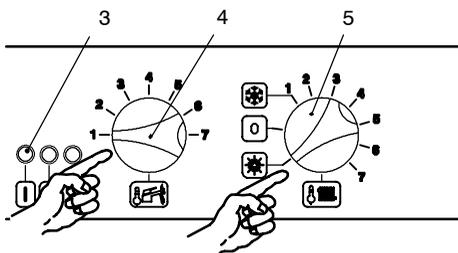
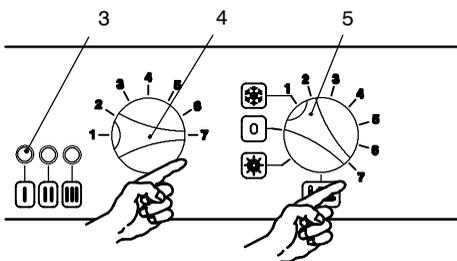

fig. 7.1
fig. 7.2
- 2 Ruotare la manopola regolazione temperatura sanitari (4) e la manopola selettore di funzione (5) in senso antiorario e posizionarle come in fig. 7.1.
- 4 Le spie di segnalazione 3 (fig. 7.1) lampeggiano alternativamente: la prima e la terza lampeggiano alternativamente con la seconda. E' iniziato il conteggio del tempo disponibile per la validazione programmazione parametri (5sec).
- 5 Ruotare le manopole 4 e 5 contemporaneamente in senso orario fino al massimo (fig. 7.2) e successivamente ruotarle entrambe contemporaneamente in senso antiorario fino al minimo (fig. 7.1).
- 3 Ruotare la manopola regolazione temperatura sanitari (4) e la manopola selettore di funzione (5) in senso orario e posizionarle come in fig. 7.2.